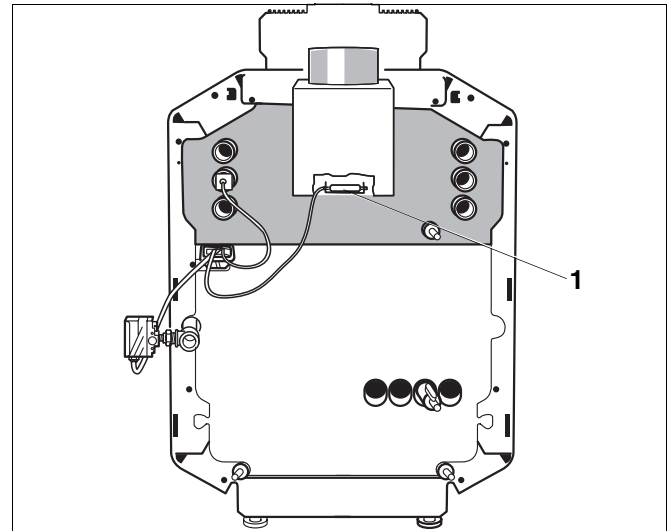

Abb. 38 Fühler Abgasüberwachung
- Abgastemperaturfühler (Abb. 38, **Pos. 1**) von der Strömungssicherung abschrauben.
- Spitze des Abgastemperaturfühlers (Abb. 38, **Pos. 1**) bei laufendem Brenner in den Kern des Abgasstromes halten.
- Abgastemperaturfühler (Abb. 38, **Pos. 1**) wieder montieren.